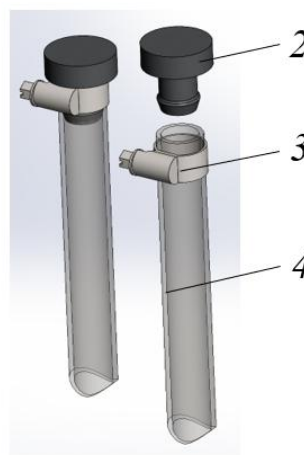

Рисунок 5. Процедура демонтажа рукавов отопителя кабины
**Волнистость каната****Местное уменьшение диаметра каната****Корзинообразная деформация каната****Раздавливание каната****Выдавливание сердечника****Перекручивание каната****Выдавливание проволок прядей (одной)****Залом каната****Выдавливание проволок прядей (нескольких)****Перегиб каната****Местное увеличение диаметра каната***Рисунок 5. – Дефекты каната*
- ▶ Отвернуть вентили кранов Маевского 1, расположенные возле правой задней стойки кабины, см. рис. 5.
- ▶ Отсоединить рукава отопителя кабины, подходящие от системы охлаждения двигателя. Установить на отсоединённые рукава 4 заглушки ТМ10.0091.005 поз. 2. Во избежание утечки охлаждающей жидкости заглушки 2 зафиксировать в рукавах 4 при помощи хомутов червячных 20-32 поз. 3 (см. рис. 5).